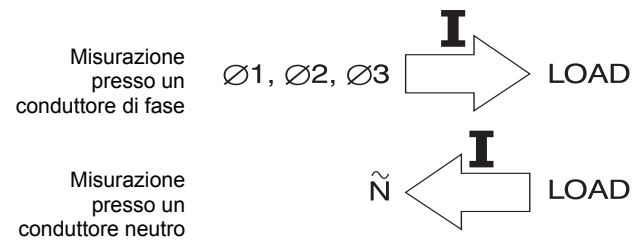

Figura 4. Orientamento del Morsetto di Corrente
5. Accertarsi che la freccia presente sulle ganasce del morsetto sia rivolta verso il carico delle misurazioni di fase o lontano dal carico (verso la sorgente) per misure verso massa (vedere Figura 4).